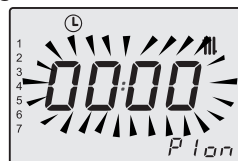

Figura 2.13
zionare il singolo giorno (1)(2)(3)(4)(5)(6)(7) oppure se si vogliono gruppi di giorni con la stessa programmazione di fasce orarie tenere premuto il tasto 18 fino alla visualizzazione dei gruppi (1÷5), (1÷6), (1÷7), (6÷7) (lampeggiano), quindi confermare premendo il tasto 20. I giorni o gruppi di giorni selezionati saranno indicati tramite le relative icone sul lato sinistro dell'LCD Figura 2.13.